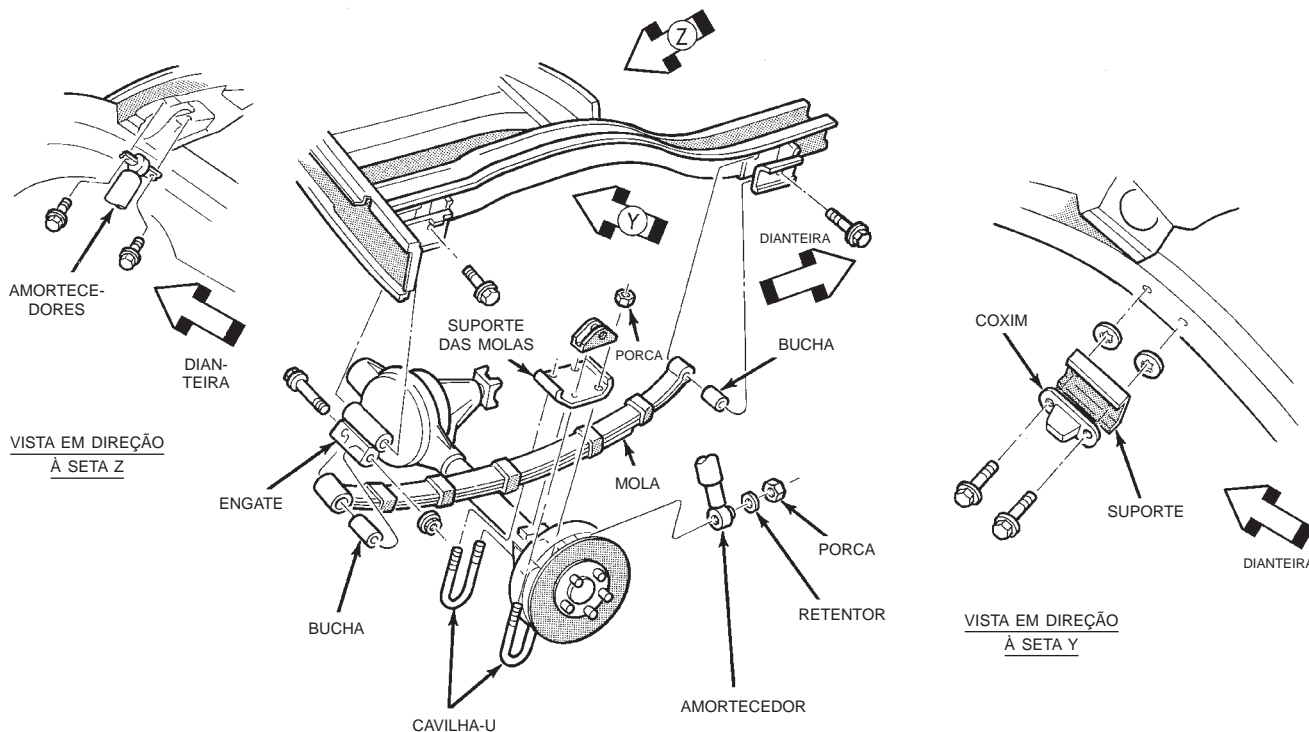

Fig. 1 Componentes da Suspensão Traseira
- (1) Remova o parafuso superior do amortecedor do suporte da carroceria. (Fig. 1).
- (2) Remova a porca de fixação inferior do prisioneiro do suporte. Remova o amortecedor.